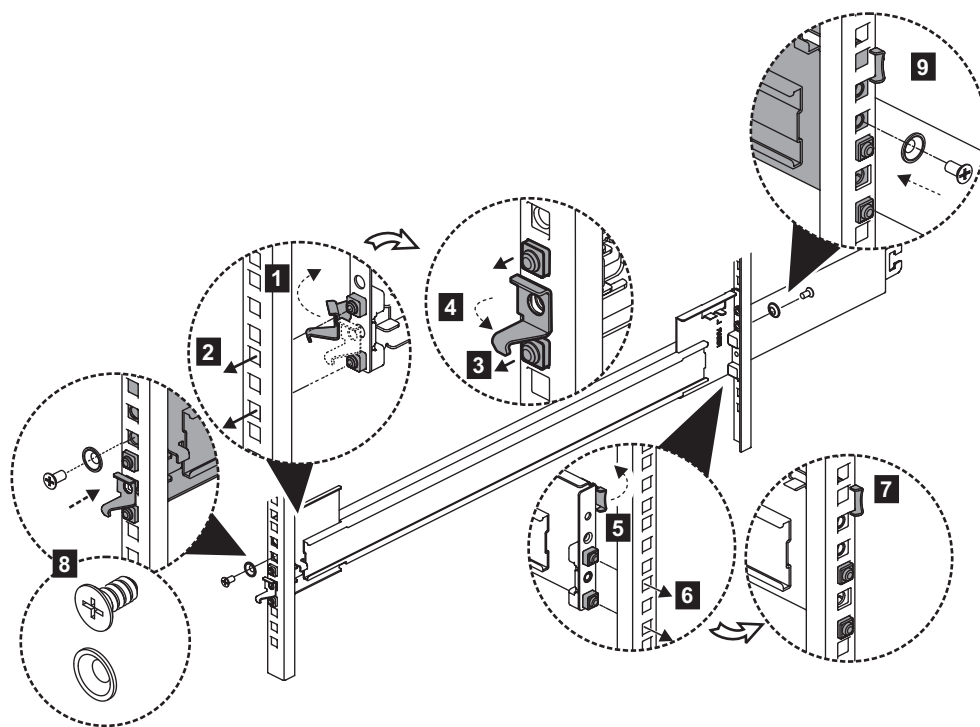

Figura 61. Instale o conjunto de suportes no quadro
7. Instale a seção externa do trilho no quadro traseiro, conforme mostrado em Figura 61.